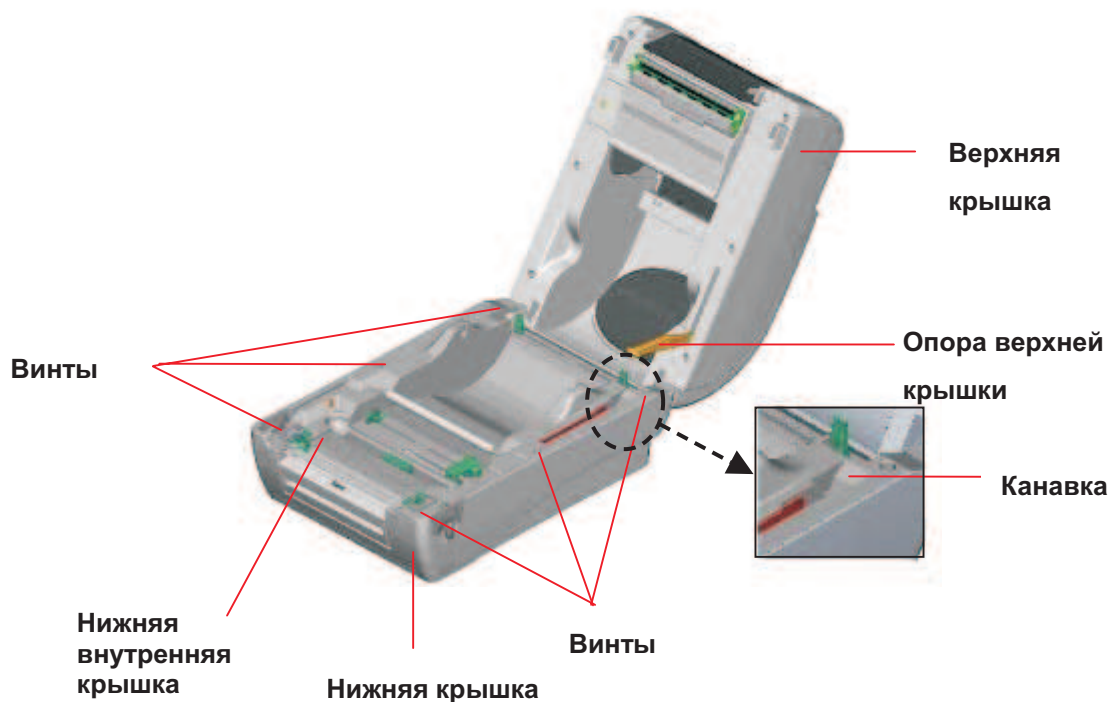

Рис. 13. Отверните 6 винтов нижней внутренней крышки
2. Далее необходимо максимально откинуть крышку освободив опору, как показано на рис. 13.